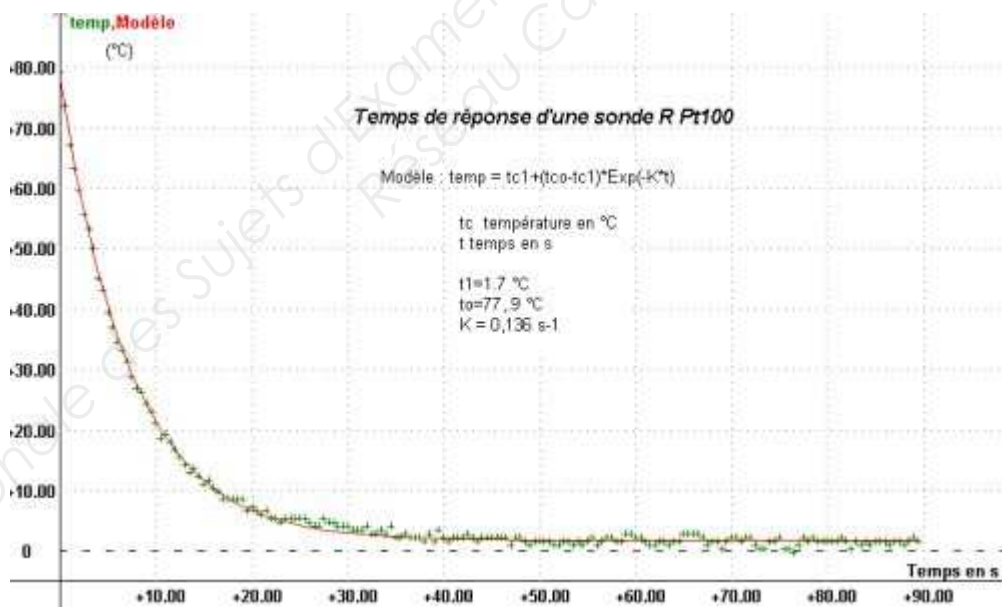

Figure 2
3.1. À partir de la courbe expérimentale obtenue, représentée sur la figure 2 du document-réponse, vérifier que le temps de réponse à 5%, $t_{5\%}$, du capteur est voisin de 20 s. On fera apparaître la méthode de détermination sur la courbe.